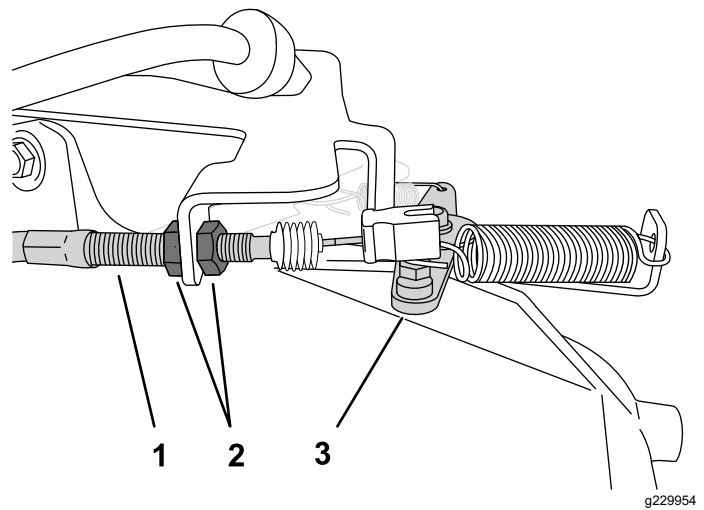

Bild 42
2. Lösen Sie die vordere Klemmmutter am Bowdenzuggehäuse und ziehen Sie die hintere Klemmmutter an, um den niedrigen Leerlauf zu erhöhen (Bild 42).